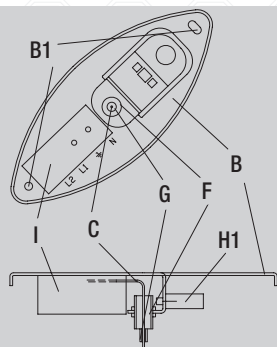
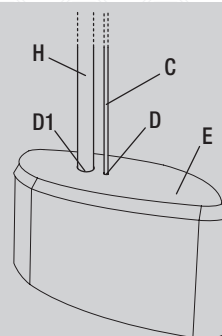

fig. 3 / Abb. 3
fig. 4 / Abb. 4
- Fissare la staffa (**B**) al soffitto, tramite i fori (**B1**), con due tasselli e viti (non in dotazione) (**fig. 3**).
- Infilare la parte libera della fune di acciaio (**C**) nel foro (**D**) presente sul rosone (**E**) (**fig. 4**), poi infilare la stessa nel regolatore millimetrico (**F**) (**fig. 3**), per liberare il cavo premere sulla bussola (**G**).
- Infilare il cavo elettrico (**H**) da 3x1,5 mm², 5x1,5 mm² (potenza massima applicabile 3000 W) nel foro (**D1**) presente sul rosone (**E**) (**fig. 4**), poi infilare lo stesso nel serracavo (**H1**) ed assicurarlo con le viti (in dotazione) (**fig. 3**).
- Collegare il cavo (**W**) al morsetto di alimentazione (**I**) (**fig. 3** e **5**), facendo attenzione a posizionare la fase, il neutro e la terra, come indicato sulla staffa (**B**), avendo cura di separare il cavo di messa a terra anche l'estremità della fune (**C**).
- Infilare la parte libera della fune di acciaio (**C**) nel foro (**D**) presente sul rosone (**E**) (**fig. 4**), poi all'interesse prescelto, poi infilare la stessa nel regolatore millimetrico (**F**) (**fig. 3**), per liberare il cavo premere sulla bussola (**G**).
- Secure the stirrup (**B**) to the ceiling using the holes (**B1**), with two screw anchors and screws (not supplied) (**fig. 3**).
- Insert the free part of the steel cable (**C**) into the hole (**D**) present on the rosette (**E**) (**fig. 4**), then insert the same into the millimetre regulator (**F**) (**fig. 3**), to free the wire press the compass (**G**).
- Insert the electric wire (**H**) measuring 3x1,5 mm², 5x1,5 mm² (maximum power applicable 3000 W) in the hole (**D1**) present on the rosette (**E**) (**fig. 4**), then insert the same in the cable clamp (**H1**) and secure it with the screws (supplied) (**fig. 3**).
- Connect the wire (**W**) to the power supply terminal (**I**) (**fig. 3** and **5**), making sure to position the phase, neutral and grounding wire, as indicated on the stirrup (**B**), making sure to also connect the end of the cable to the grounding terminal (**C**).